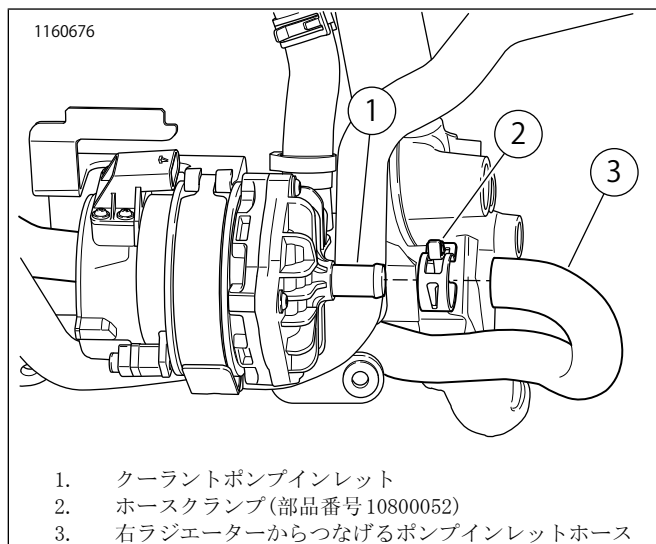

図14。クーラントポンプインレットホース
2. 図14を参照してください。右ラジエーターからつなげるポンプインレットホースを取り付けます。
- b. 図14を参照してください。クランプツールを使用して、右ラジエーターからつなげるポンプインレットホースにクランプ(2)を位置づけます。ホースの端から約6.4 mm (0.25 in)の箇所にクランプを配置します。